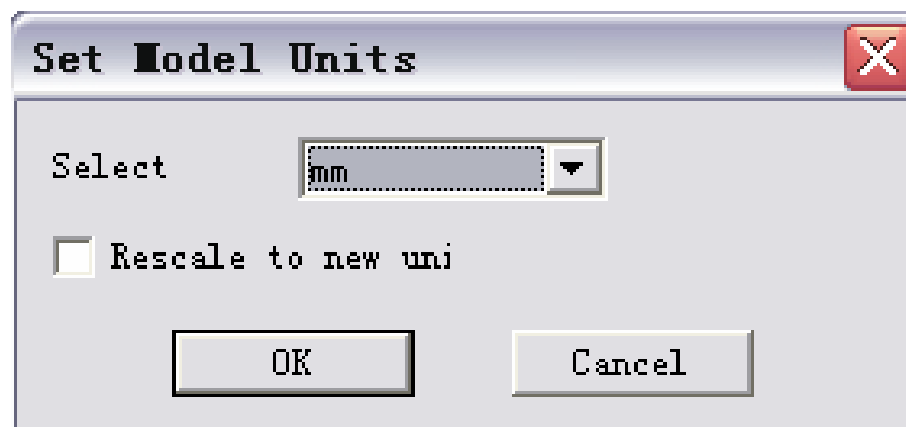

图5-1-8设置单位
- (1) 在菜单栏中点击3DModeler>Units。
- (2) 在弹出的如图5-1-8所示的窗口中设置模型单位，在此可选择：mm。